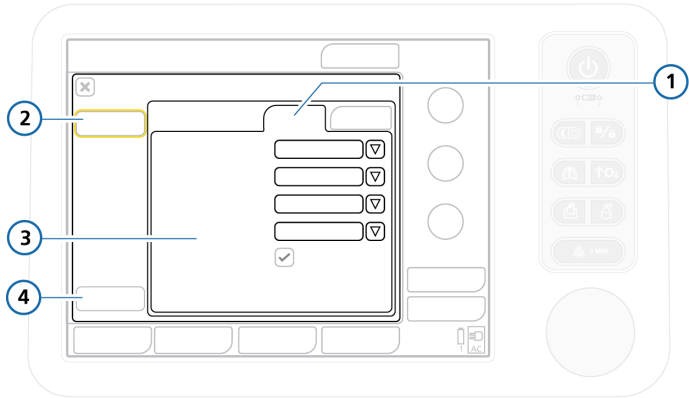

图 J-16. 传感器数据设置
1. 打开“配置”窗口，然后触摸“传感器”按钮 (图 J-16)。